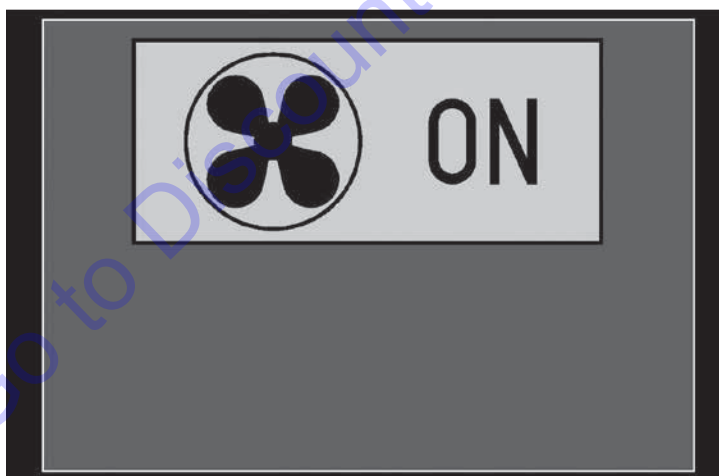

Figure 28
- Ventilateur actionné – Le principal ventilateur est actionné et l'air chaud s'écoule de la sortie d'air. Voir la Figure 28.